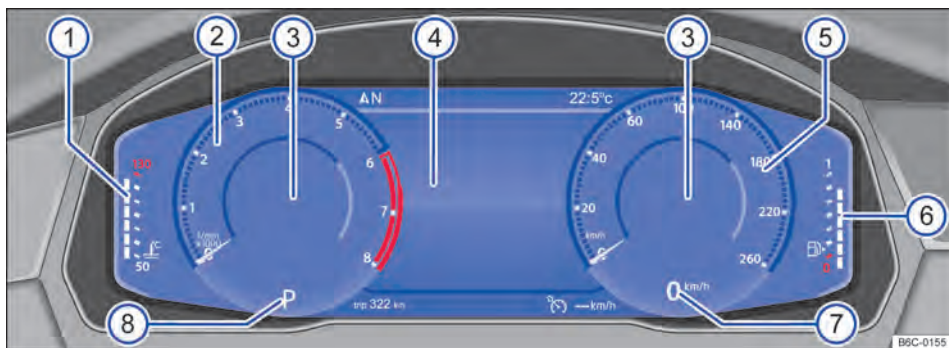

Fig. 9 Active Info Display en el tablero de instrumentos (variante 1).
Dependiendo de la versión de la radio y del perfil de información seleccionado, el Active Info Display muestra información adicional en el centro de instrumentos redondos → fig. 9 ③.